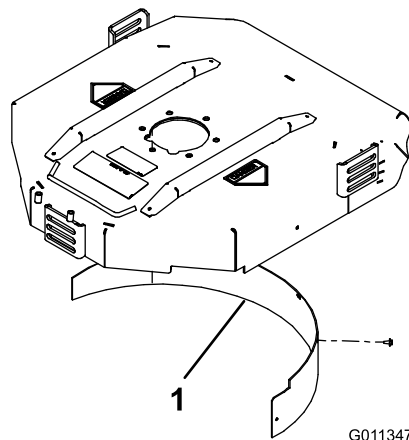

Figura 8
2. Montate il deflettore per mulching nell'apertura posteriore e fissatelo con 5 bulloni a testa flangiata (Figura 8).